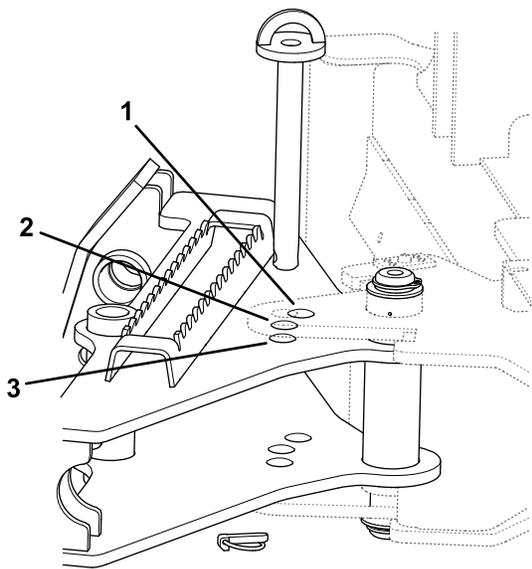

Figura 8
6. Fije el rastrillo instalando el pasador en el lugar correspondiente, como se muestra en la **Figura 8**. Instale el pasador de seguridad.